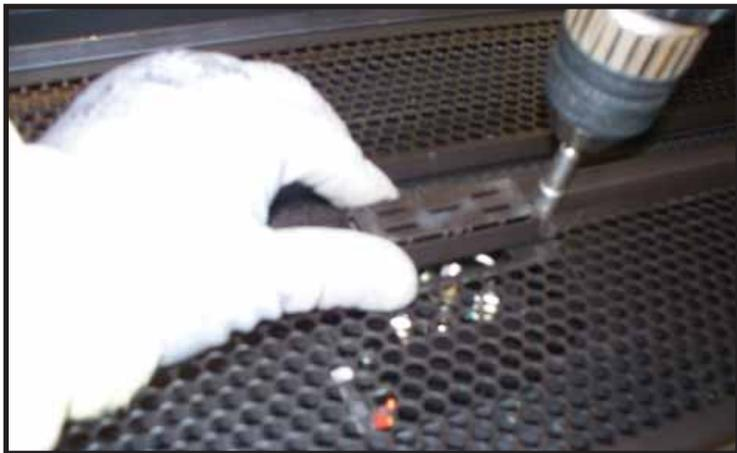

Figure 8.8 Retirer l'écran de la veilleuse
2. Enlevez l'écran de la veilleuse comme illustré à la figure 8.8.